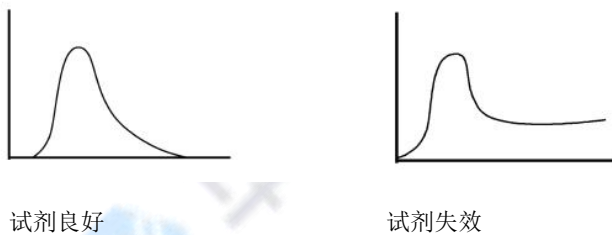

图6-8
2、在正常的测定过程中, 每100毫升试剂可与不小于200毫克的水进行反应若测定时间过长, 试剂敏感性下降, 应更换新试剂。电解液是否失效可按如下方法判断: 如果在电解过程中发现电解液释放出大量的气泡或试剂被污染成淡红褐色, 此时测定结果的再现性会降低, 还会使到达终点的时间加长, 这种情况应尽快更换试剂; 可根据仪器描绘的电解速度曲线判断电解液是否失效。(见图6-8)